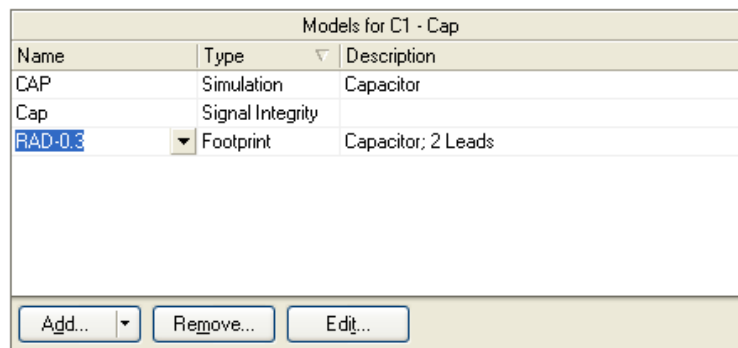

图7-9 为选中元件选择相应的模型
- （1）在用户放置C1的时候，当光标上“悬浮”着一个电容符号时，按TAB键编辑电容的属性。在Component Properties对话框的Models For C1-Cap单元，电容的封装模型为RAD-0.3如图7-9所示，现在要把它改为RAD-0.1。